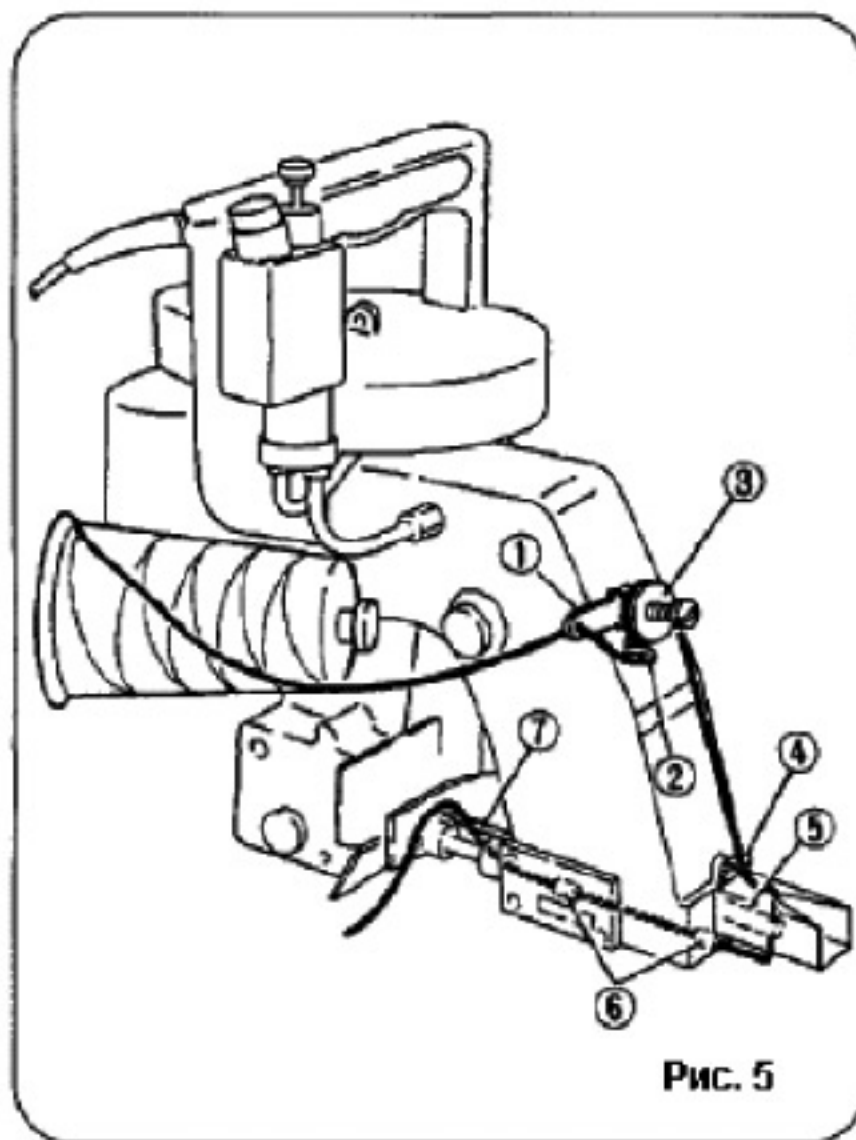

Рис. 5
- Заправьте в машину нить, как показано на рис.5.
### 3.3. Заправка нити (рис. 5).
Машина поставляется с заправленной нитью, чтобы вы могли увидеть, как нить была заправлена (см. рис. 5). Заправка нити проходит от цифры 1 до 7 на рис. 5.